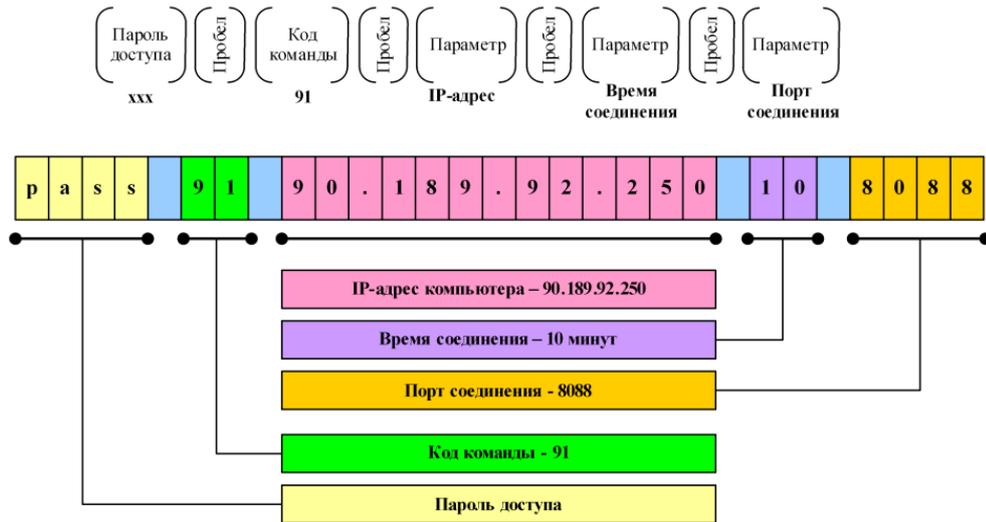

Рис. 4.12. Формат SMS-команды для установки GPRS-соединения с контроллером
- 2) Отправьте контроллеру SMS-команду в формате, представленном на Рис. 4.12. Пароль доступа не требуется, если используется авторизация по номеру телефона. В качестве IP-адреса необходимо указать внешний статический IP-адрес компьютера, на котором установлена программа *Конфигуратор Приват*. Время соединения указывается в минутах. Указываемый TCP/IP-порт должен быть открыт для подключения (не заблокирован межсетевым экраном, антивирусным ПО и т. д.).